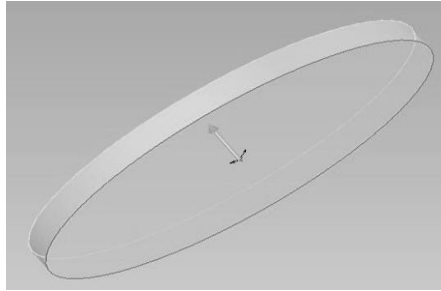

Рисунок 2.1 – Модель основи
- натиснути кнопку «**Extruded Boss/Base**» на панелі інструментів «**Features**». З'явиться діалогове вікно «**Boss-Extrude**» на лівій панелі, а вид моделі буде показано в ізометрії (рис. 2.1);